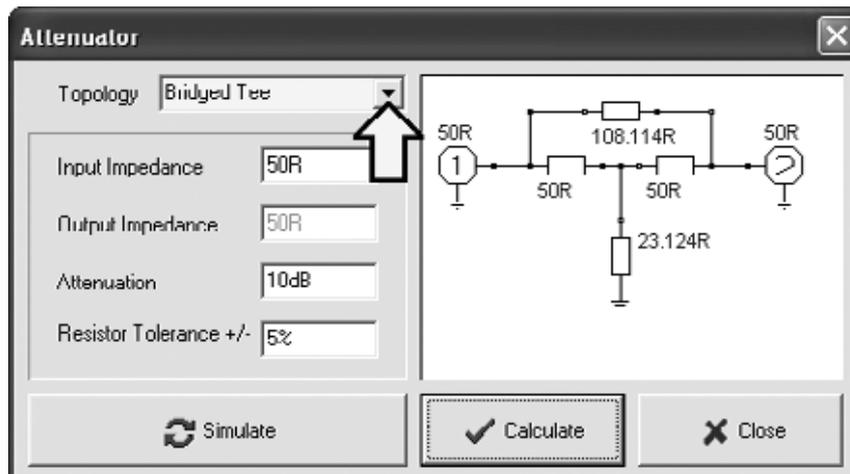

Fig.30 En este caso hemos seleccionado en el apartado TOPOLOGY la opción BRIDGED TEE (configuración en T con puente).
- **Atenuador en T con puente (Bridged Tee)**, ver Fig.30.
Si la **atenuación** en **dB** no es un factor determinante podemos introducir en **Attenuation** un valor de **10,5 dB** en lugar de **10 dB** (ver Fig.28), obteniendo unos valores de **27,01 ohmios** y de **32,775 ohmios**. En este caso se pueden utilizar tranquilamente resistencias de **27 ohmios** y de **33 ohmios**. Seleccionando en **Topology** la opción **Pi Section** (ver Fig.29) o **Bridged Tee** (ver Fig.30) se muestran los **esquemas eléctricos** y los **valores** correspondientes a estos tipos de atenuadores.